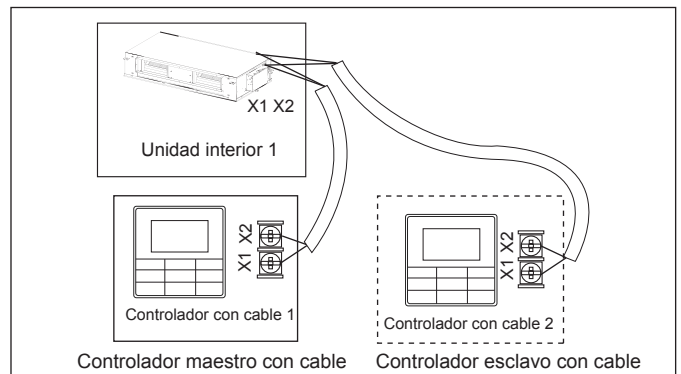

Figura 7.7
- Utilice 1 controlador con cable para controlar 1 unidad interior o 2 controladores con cable (un controlador maestro y uno esclavo) para controlar 1 unidad interior (ver Figura 7.7);